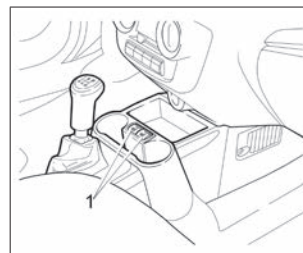

Рис. 10. Выключатели обогрева
**В варианном исполнении** передние сиденья оборудованы электрическими подогревателями, которые включаются при работающем двигателе выключателями **1** (рис. 10).